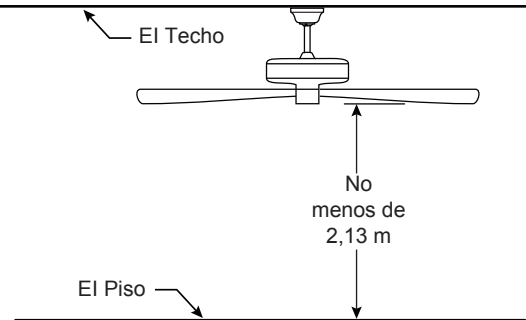

Figura 2
Uso de perfil profundo (Figura 2)
- 2. Retire el clip de horquilla y pasador de horquilla de la parte inferior de la bola para colgar. Retener el pasador y clip para la reinstalación en el paso 4. (Figura 2)
Debe colgar el ventilador a una distancia mínima de 2,13 m desde las aspas hasta el piso. (Figura 2)
Para evitar una posible descarga eléctrica, asegúrese de cortar la alimentación eléctrica de la caja de fusibles principal antes de alambrado el ventilador. (Figura 2)
2. Coloque y ajuste firmemente la cubierta para el tornillo de la base sobre los tornillos de reborde de la abrazadera para colgar mediante el mecanismo de seguro por giro del chavetero. (Figura 2)
2. Instale la unidad del carcasa de interruptor en el soporte utilizando las dos ranuras principales de conexión. Vuelva a colocar el tercer tornillo y asegure los tres tornillos. (Figura 2)
2. Restaure la fuente de alimentación de la toma de corriente enciendo la electricidad del fusible principal. (Figura 2)